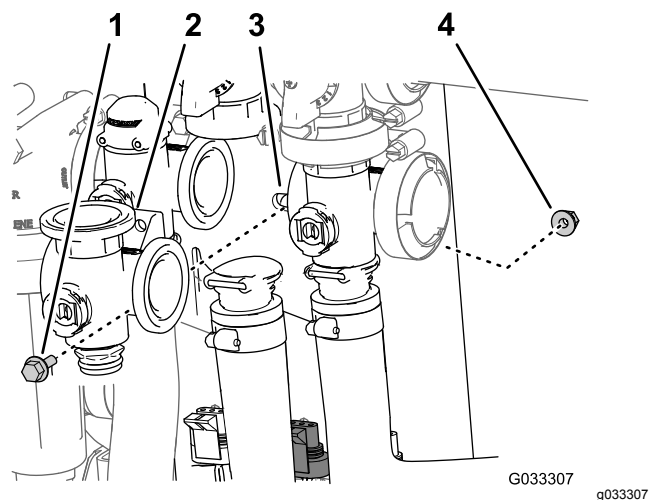

Bild 70
3. Entfernen Sie die Bundkopfschraube und die Sicherungsbundmutter, mit denen das Rührwerkventil an der Ventilhalterung befestigt ist, und entfernen Sie den Ventilverteiler von der Maschine (**Bild 70**).